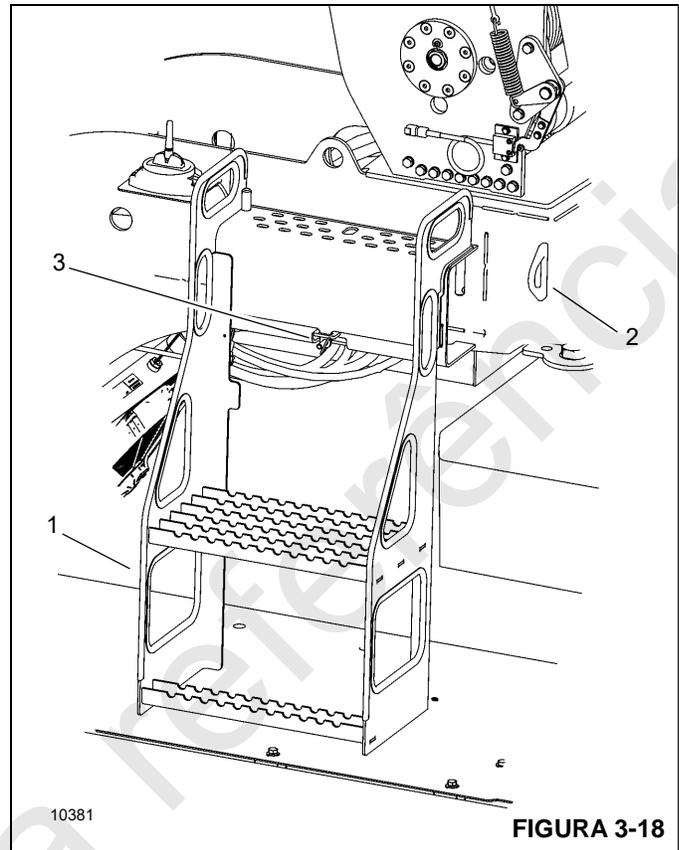

FIGURA 3-18
Utilize a escada (1, Figura 3-18) para acessar a parte superior da superestrutura, incluindo a lança e os guinchos principal e auxiliar. A escada está localizada no lado esquerdo da superestrutura do guindaste. Conecte o chicote de segurança ao ponto de conexão (2). Utilize as alças de mão da escada ao utilizar os degraus.